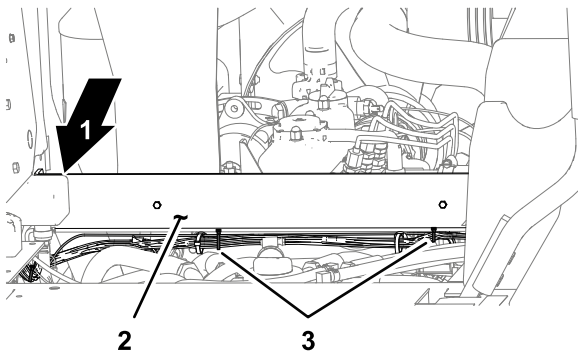

Figure 18
2. Sous la traverse, attachez le faisceau électrique au faisceau de câblage de la machine avec 2 serre-câbles, comme montré à la Figure 18.